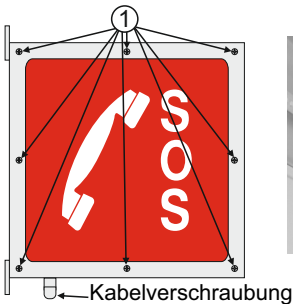
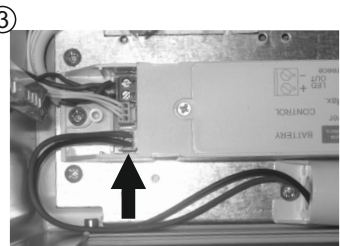

Abb. 3a
Abb. 3b
3. Lösen Sie die Schraube, um die Kunststoffabdeckung (Abb. 3a) zu entfernen, und schließen Sie das Batteriekabel wie auf dem Foto gezeigt an (Abb. 3b). Setzen Sie die Kunststoffabdeckung wieder auf und ziehen Sie die Schraube an.